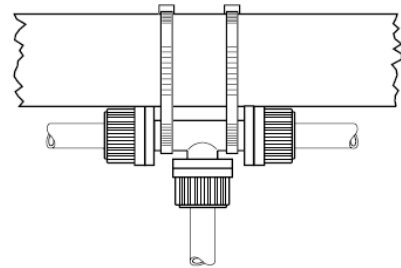

Fig. 5
ENTRADA DE SOLUCIÓN QUÍMICA Desenroscar la tuerca y retirar el obturador del orificio de entrada (Fig. 2). Cortar el tubo (C) a la longitud necesaria, asegurando que el Filtro de Entrada (D) descansa sobre el fondo del Envase de Solución Química. Insertar el tubo por la tuerca, calentar el extremo del tubo un poco para facilitar el montaje y empujarlo bien por el orificio. Apretar bien la tuerca usando los dedos o AmbiSpanner. No usar alicates ni otras herramientas. Se usa este método para conectar todos los accesorios similares del EasiDipper (Fig. 5).